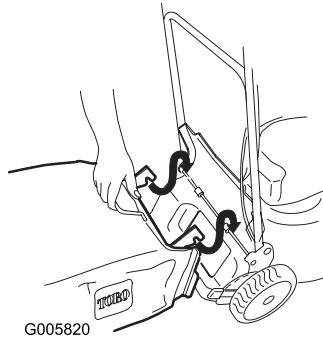

Bild 26
- Setzen Sie den Grasfangkorb ein (Bild 26).